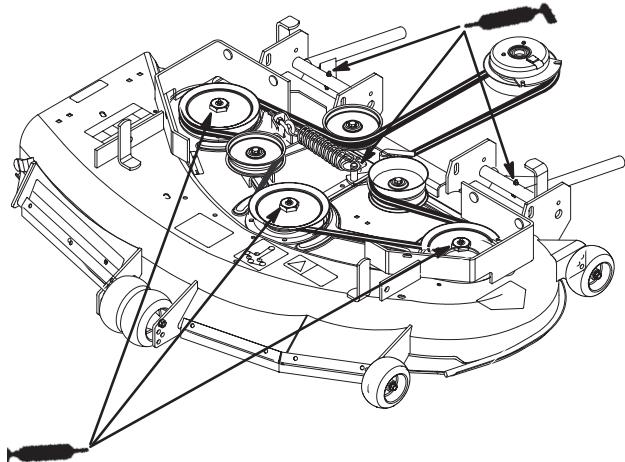

Figure 39
2. Graisser les graisseurs des roulements des trois axes de lames (Fig. 39).
3. Graisser le pivot du galet tendeur (Fig. 39).
4. Graisser les graisseurs des bras d'attelage (Fig. 39).